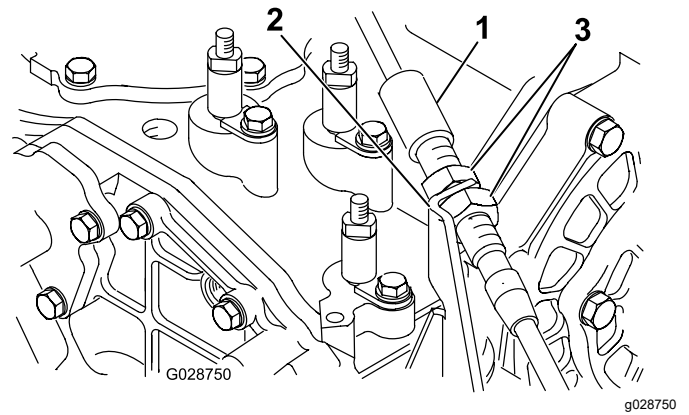

Bild 11
4. Verlegen Sie den Zug entlang der vorhandenen Züge und zur Zughalterung, die vorne links am Getriebe befestigt ist (Bild 11).